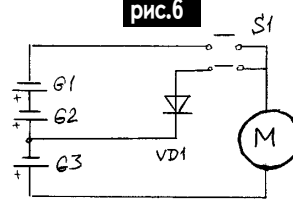

рис.7
**Устройство запуска электродвигателей постоянного тока** описано в патенте США 5097184 (рис.7). При нажатии кнопки пускателя S1 вначале замыкается нижний контакт. При этом на электродвигатель подается напряжение только с части аккумуляторной батареи. После предварительного разгона двигателя замыкается верхний контакт пускателя S1. При этом за-